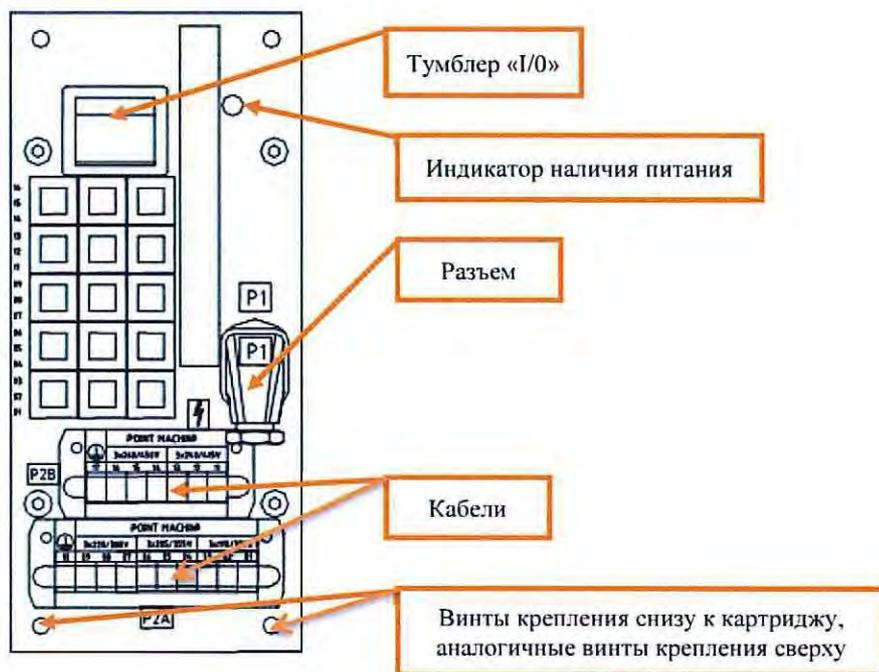

Рисунок 14. Отключение питания и крепление на PSU-320.
7.5.3 Отключить питание на лицевой панели источника питания путем нажатия тумблера «I/O», должен погаснуть красный индикатор наличия питания (рисунок 14).
7.5.5 Отсоединить от источника питания разъем с кабелем «P1» при помощи замка-защелки, отсоединить все подключенные к источнику питания кабели из посадочных мест, руководствуясь рабочей документацией (Рисунок 14).
7.5.6 Отвернуть винты крепления источника питания к картриджу с помощью отвертки «звездочка» и извлечь заменяемый источник питания (Рисунок 14).
7.5.9 Включить питание на лицевой панели источника питания путем нажатия тумблера «I/O», должен загореться красный индикатор наличия питания (Рисунок 14).